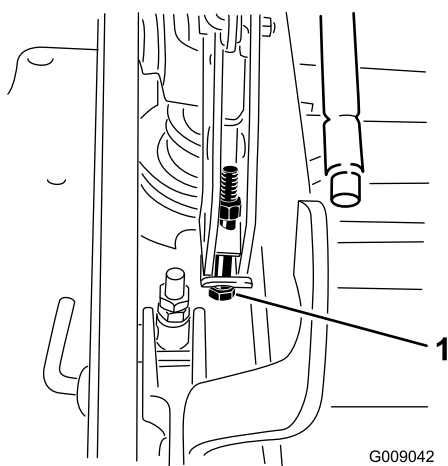

Figure 88
13. Si le plateau est trop bas, serrez le boulon de réglage monopoint dans le sens horaire. Si le plateau est trop haut, desserrez le boulon de réglage monopoint dans le sens antihoraire (Figure 88).